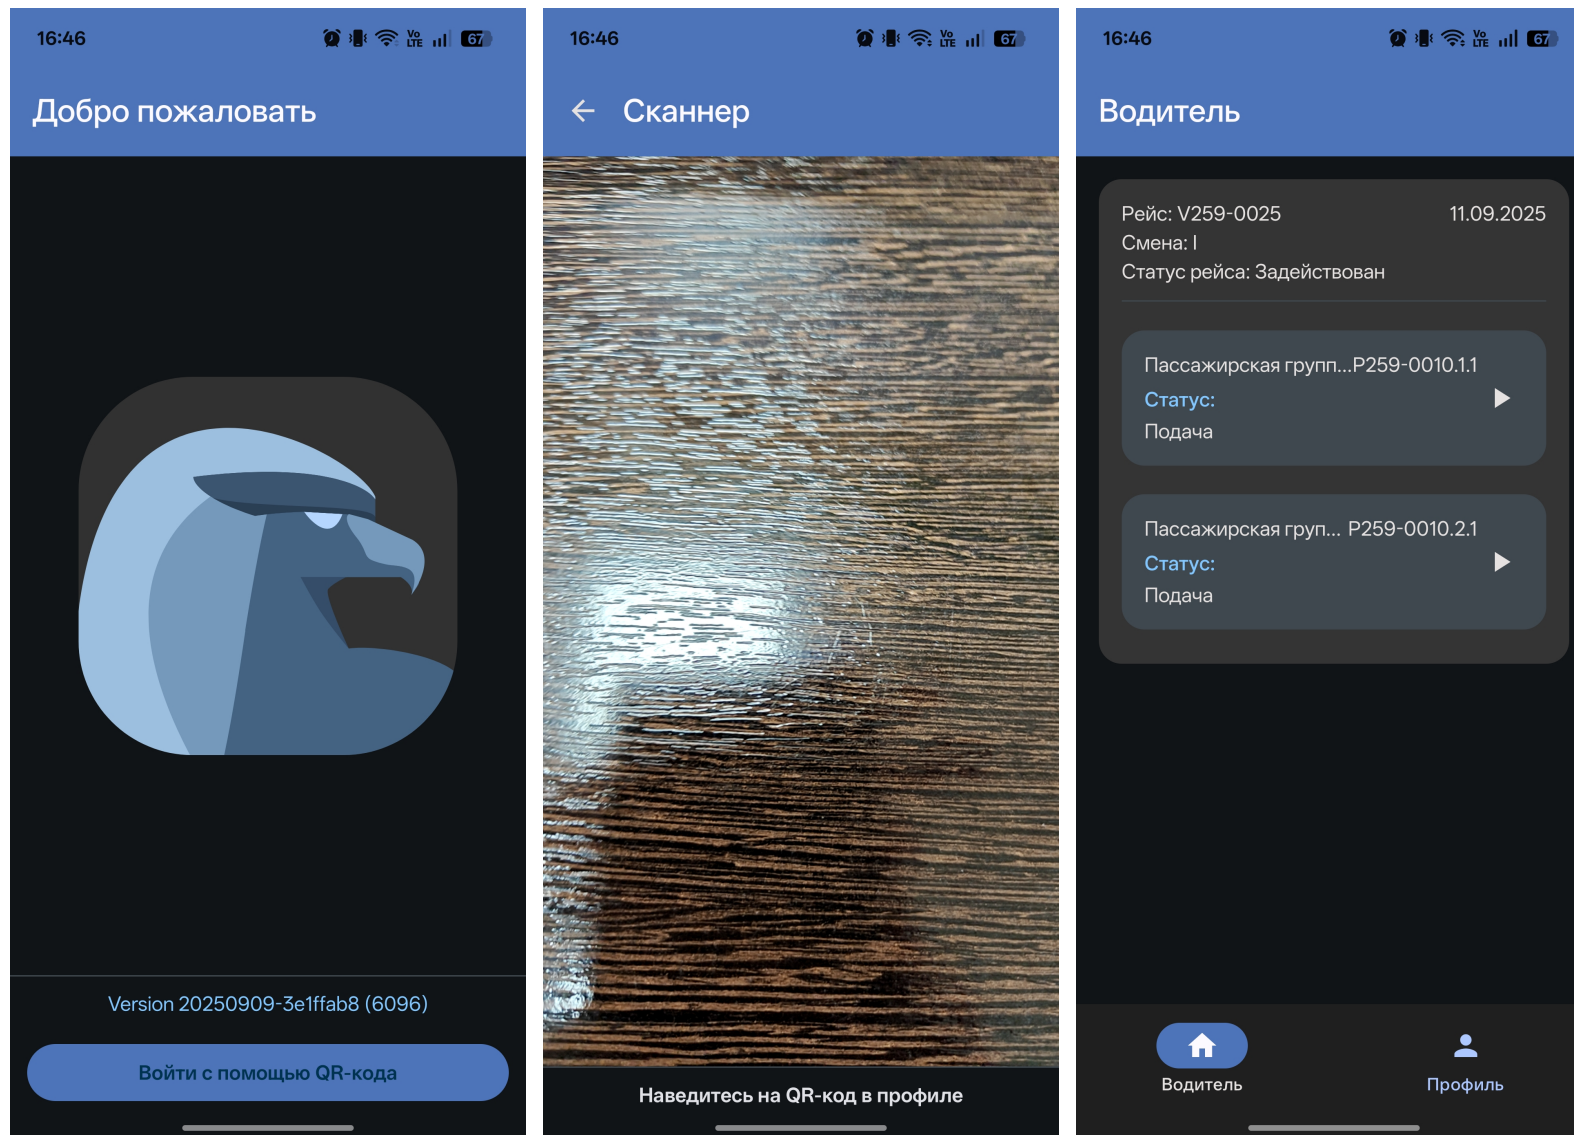

Рисунок 9. Вход в мобильное приложение
1. Откройте мобильное приложение и нажмите кнопку «Войти с помощью QR-кода» (см. Рисунок 9).
2. Отсканируйте QR-код, отображаемый в веб-версии Системы (см. Рисунок 9).
3. Если авторизация успешна, то будет выполнен вход в мобильное приложение (см. Рисунок 9).